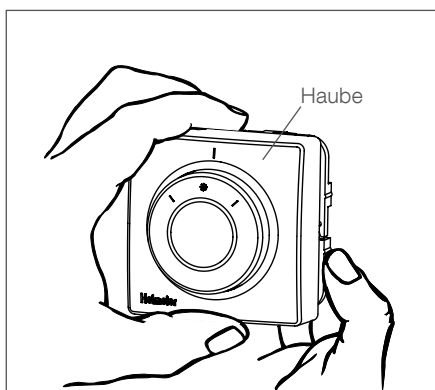
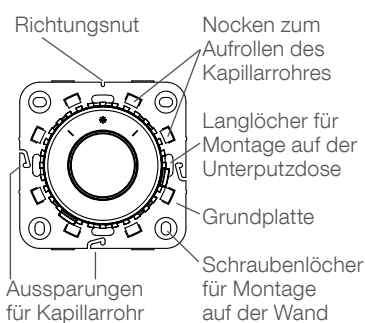
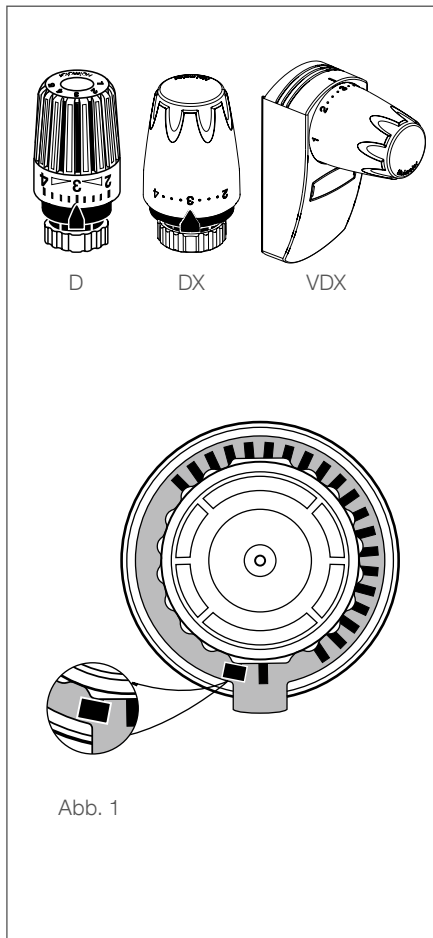

Abb. 2
Abb. 3
Abb. 1
Thermostat-Kopf durch Rechtsdrehen auf Ventilunterteil aufschrauben. Handradkappe über spürbaren Widerstand hinaus weiterdrehen, bis die seitliche Bohrung mit einer der beiden Markierungskerben der Befestigungsmutter übereinstimmt. Die Anordnung der Sicherungsschrauben in der Befestigungsmutter ist mit den Markierungskerben identisch (Abb. 3).
Bei eventueller Demontage des Thermostat-Kopfes Handrad drehen, bis die seitliche Bohrung mit einer der beiden Markierungskerben der Befestigungsmutter übereinstimmt (Abb. 3).
Haube von der Grundplatte abnehmen (Abb. 2).
Achtung: Bei der Montage auf ebener Wand ist darauf zu achten, dass das Kapillarrohr durch eine der vorhandenen Aussparungen nach außen verlegt wird (Abb. 3).
Verschlussschraube abschrauben (Abb. 2).
Kapillarrohr mit Thermostat-Geber herausnehmen (Abb. 3).
Hierzu roten Sparclip mit dem Daumen bis zum Anschlag zurückziehen (Abb. 1), anheben und herausnehmen (Abb. 2). Der Thermostat-Kopf wird danach auf die gewünschte Temperatur eingestellt, z. B. Merzkahl 3 (20) $\approx 20^{\circ}\text{C}$.
Anschließend ist der rote Sparclip in die Nut **rechts** neben Merzkahl 3 (20) einzusetzen (Abb. 3), vorzuschieben und danach mit dem Daumen bis zum Anschlag **zurückziehen**.
Hierzu blauen Sparclip mit dem Daumen bis zum Anschlag zurückziehen (Abb. 1), anheben und herausnehmen (Abb. 2). Der Thermostat-Kopf wird danach auf die gewünschte Temperatur eingestellt, z. B. Mondsymboll $\approx 14^{\circ}\text{C}$.
Hierzu roten Sparclip mit dem Daumen bis zum Anschlag zurückziehen (Abb. 1), anheben und herausnehmen (Abb. 2). Der Thermostat-Kopf wird danach auf die gewünschte Temperatur eingestellt, z. B. Merzkahl 3 (20) $\approx 20^{\circ}\text{C}$. Anschließend ist der rote Sparclip in die Nut **rechts** neben Merzkahl 3 (20) einzusetzen (Abb. 3) und bis zum Anschlag **vorzu-**
Hierzu blauen Sparclip mit dem Daumen bis zum Anschlag zurückziehen (Abb. 1), anheben und herausnehmen (Abb. 2). Der Thermostat-Kopf wird danach auf die gewünschte Temperatur eingestellt, z. B. Mondsymboll $\approx 14^{\circ}\text{C}$. Anschließend ist der blaue Sparclip in die Nut **links** neben dem Mondsymboll einzusetzen (Abb. 4) und bis zum Anschlag **vorzu-**
Zur Blockierung einer Einstellung **beide Sparclips** mit dem Daumen zurückziehen (Abb. 1), anheben und herausnehmen (Abb. 2). Der Thermostat-Kopf wird danach auf die gewünschte Temperatur eingestellt, z. B. Merzkahl 3 (20) $\approx 20^{\circ}\text{C}$. Anschließend ist der rote Sparclip in die Nut **rechts** neben Merzkahl 3 (20) einzusetzen (Abb. 5) und bis zum Anschlag
Anschlagstift aus Parkposition am Kopfunterteil (Abb. 1) entnehmen
Anschlagstift aus Parkposition am Kopfunterteil (Abb. 1) entnehmen und zwei Schlitzte oberhalb Merzkahl 5 bis zum spürbaren Widerstand einstecken.